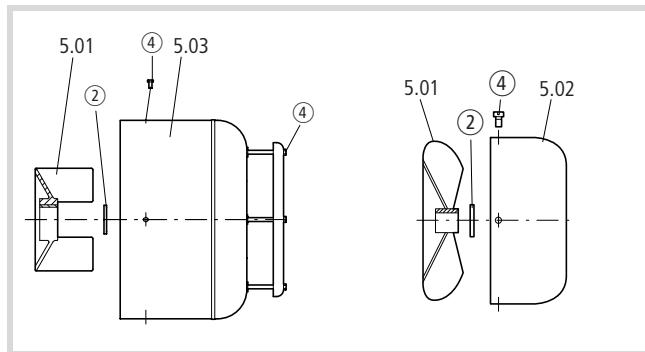

Abbildung 3: Haubenschrauben lösen und Sicherungsring abziehen
- Entfernen Sie die Befestigungsschrauben (4) der Lüfterhaube (5.02-03) und nehmen Sie die diese ab (→ Abb. 3).
- Entfernen Sie den Sicherungsring (2) vor dem Lüfter (5.01) .